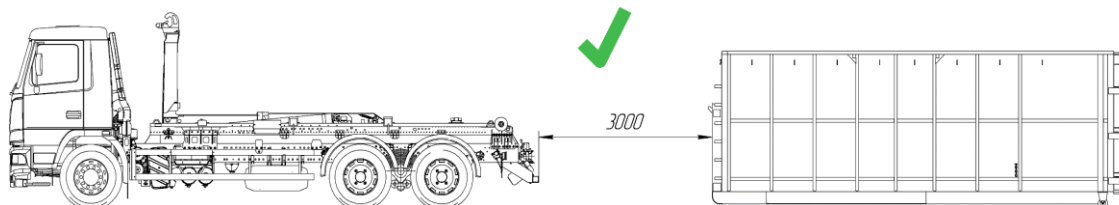

Рисунок 4.4 – Подготовительные работы перед погрузкой кузова
2. осторожно подведите автомобиль задним ходом к кузову и остановитесь около 3000 мм (3 м) от прицепной петли (рисунок 4.4). Следите за тем, чтобы автомобиль и кузов располагались по одной оси;